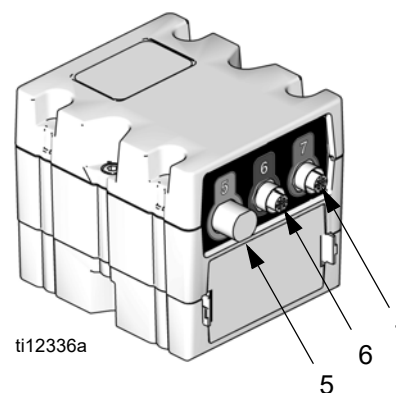

FIG. 13: Conexiones traseras del Módulo de control de fluido
6. Conecte los cables en la parte trasera del módulo de control de fluido. Consulte la FIG. 13 y la tabla siguiente.